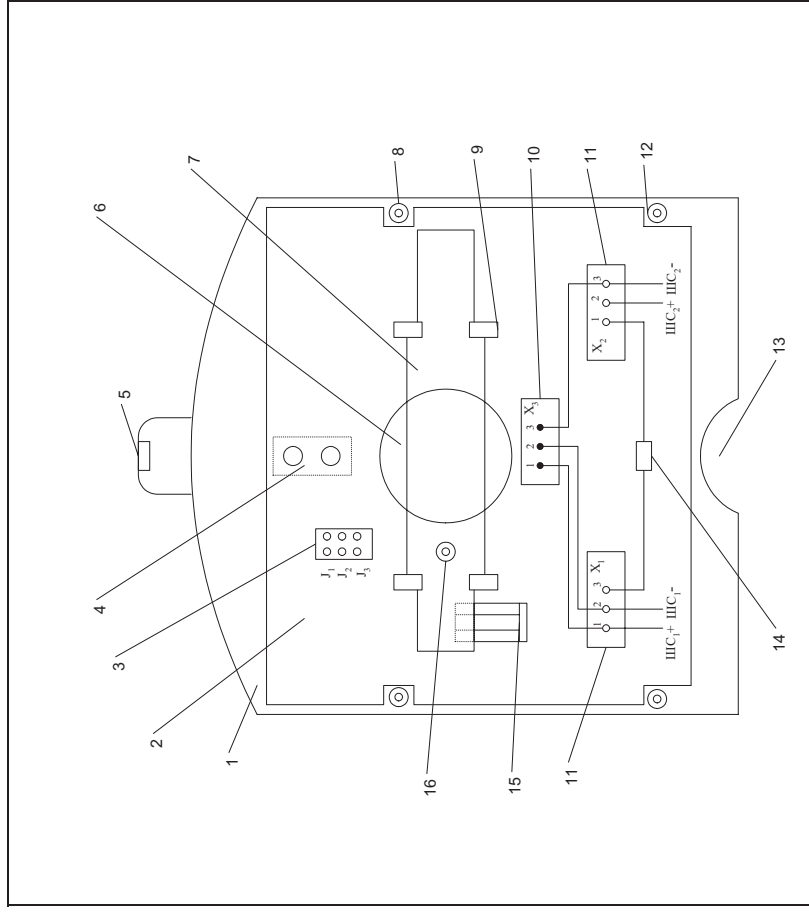

Рис. 6.1
На Рис.6.1. показано основание извещателя с платой и расположенными на ней монтажными и индикационными элементами и приводными элементами кнопки извещателя.
Провода пропустить в канал (Рис. 6.1)
После монтажа проводов поставить на место обе крышки и опломбировать в местах, указанных на Рис. 6.1. (при этом кнопка должна быть в верхнем положении).
6.2.2.1. После приемки извещателя ОТК производится пломбирование одного из винтов 14 крепления электронной платы 2 и скобы 3 крепления плоской пружины 7 к основанию 1 корпуса извещателя (с обратной стороны извещателя). Пломбирование производится печатью ОТК. Место пломбирования указано на Рис.6.1. (поз. 14).
6.2.2.2. После монтажа извещателя, монтажная организация производит пломбирование одного из винтов крепления внутренней крышки к основанию. (Рис.6.1).